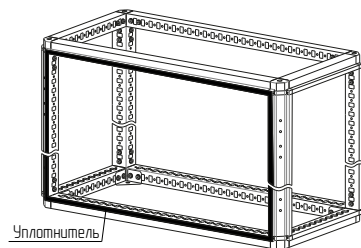

Рисунок 2
4.1.2 Приклеить уплотнитель по контуру на один из каркасов в месте соединения (рисунок 2), так чтобы место стыка уплотнителя было в нижней горизонтальной части каркаса.